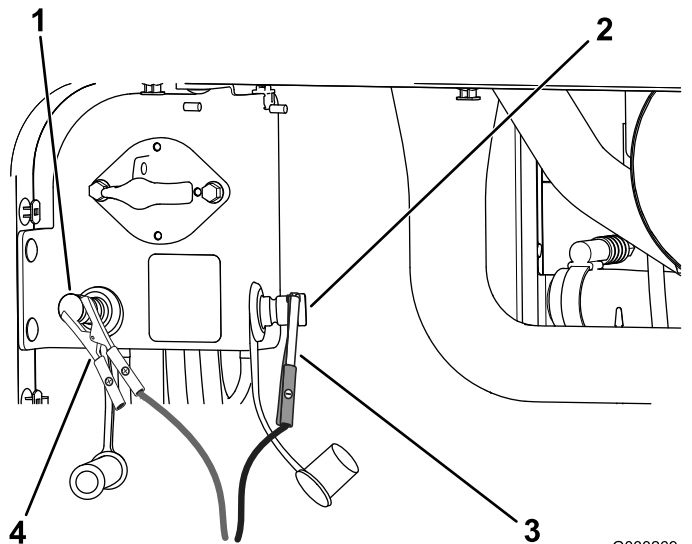

Bild 108
4. Schließen Sie das Pluskabel des Batterieladegeräts am positiven Starthilfepol an (Bild 108).
5. Schließen Sie das Minuskabel des Batterieladegeräts am negativen Starthilfepol der Batterie an (Bild 108).
- Wenn die Batterie ganz aufgeladen ist, ziehen Sie den Stecker des Ladegeräts aus der Stromquelle. Klemmen Sie dann die Klemmen des Ladegeräts von den Batteriepolen ab (Bild 108).